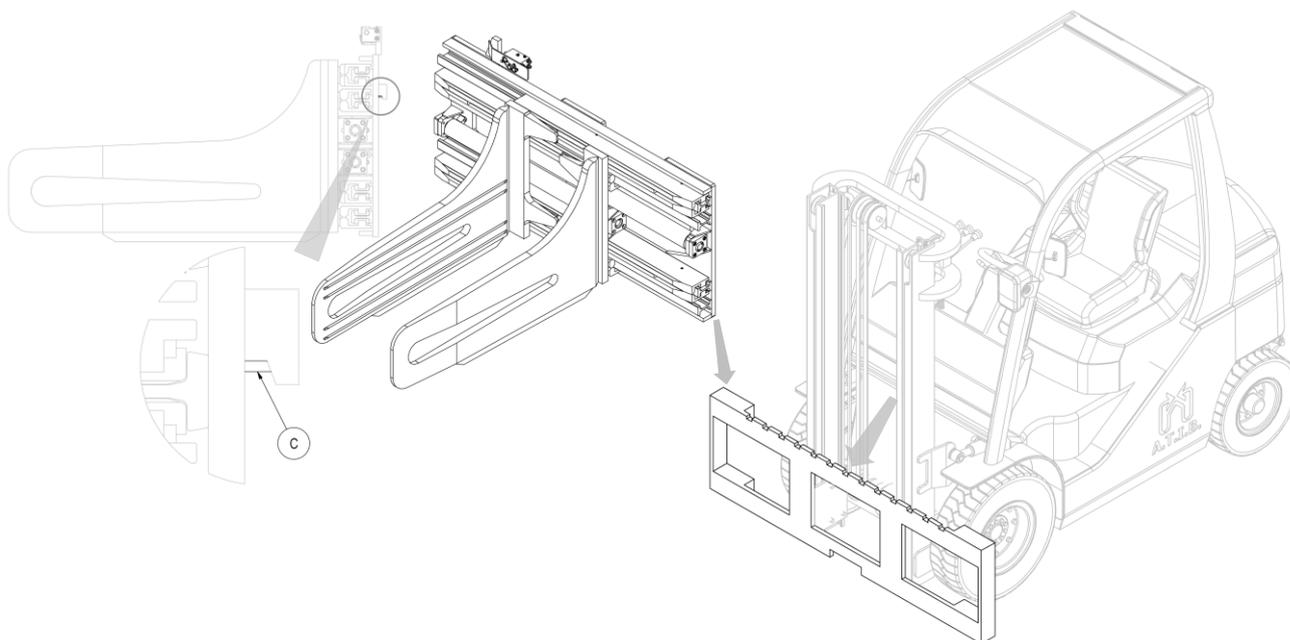

Figura 3
6. Agganciare quindi l'attrezzatura con un carrozzone o un paranco di portata sufficiente e posizionarla sulla piastra porta forche, avendo cura di incastrare il dente di centraggio C nella tacca centrale della stessa (vedi *Figura 3*).